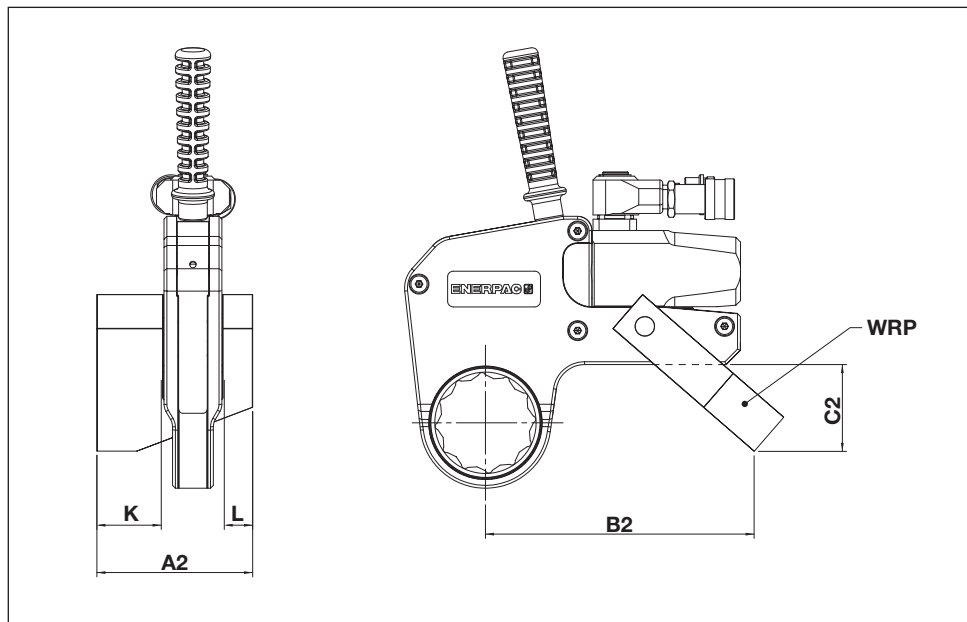

Рис. 24
6.1.2 Размеры, упорный рычаг серии WRP (рис. 24)